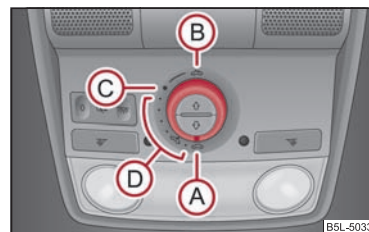

Fig. 34 Comutatorul rotativ pentru trapa panoramică
Trapa panoramică cu rulou de protecție solară poate fi acționată numai când contactul este cuplat, de la comutatorul rotativ ⇒ fig. 34. Comutatorul rotativ are mai multe poziții.
- Rotiți comutatorul în poziția C ⇒ fig. 34.
- Rotiți comutatorul în poziția **(A)** ⇒ pagina 49, fig. 34.